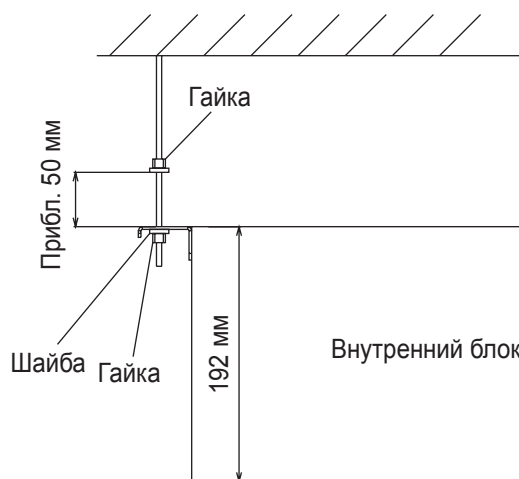

Рисунок 4.6. Монтажные болты и гайки
- (1) Порядок установки монтажного болта и гайки. Установите гайки на четыре болта, как показано на рис. 4.6.